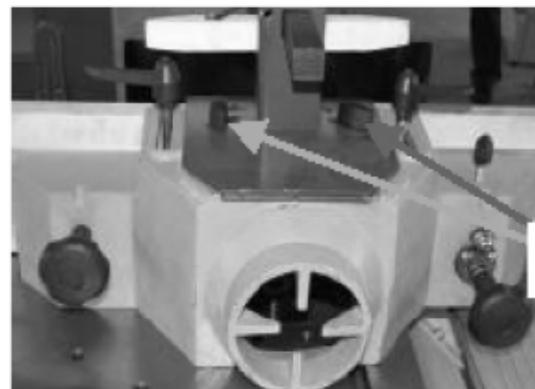

Abb. 27: Montage des Werkzeugs
Schritt 1: Lösen Sie die beiden Verriegelungsknöpfe (F), um die Abdeckung zu öffnen. (Abb.27).